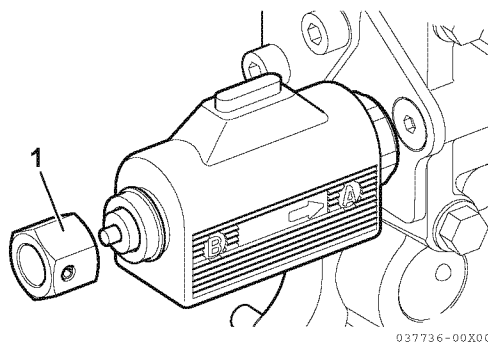

Figura 10
2. Invierta la tuerca de emergencia (1, **Figura 10**) y enrósquela en la válvula eléctrica.